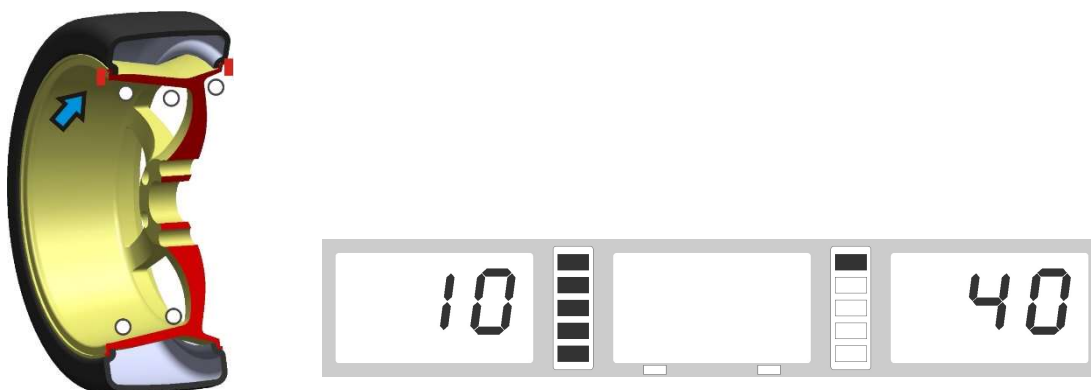

Fig. 4
- Draai het wiel langzaam verder tegen de klok in. Het linker display met volledig verlichte LED's toont nu de juiste hoekpositie waarop de balanceergewichten (12 uur positie) aan de binnenkant moeten worden bevestigd, zoals getoond in **Fig. 4**.